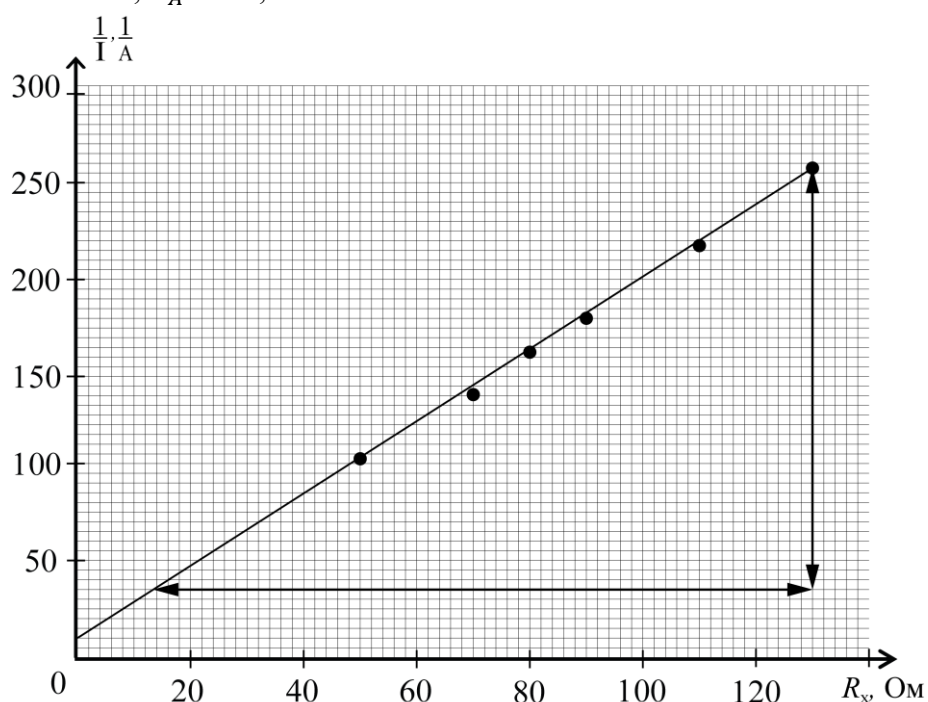

Рис.3
5. Построим график полученной зависимости. (Рис.3). Из графика находим